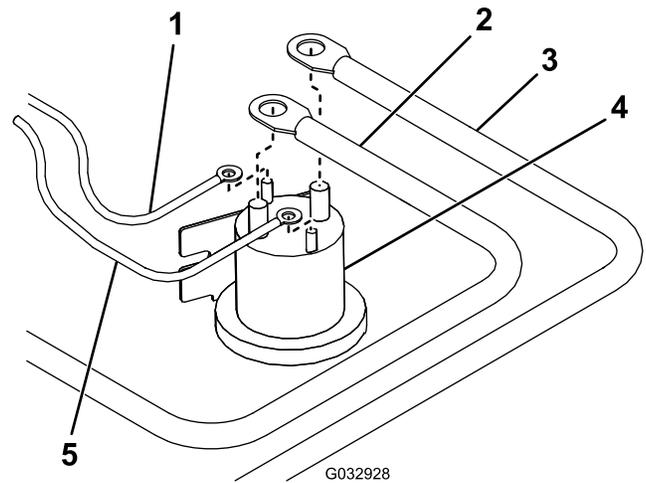

Bild 19
18. Schließen Sie das weiß/schwarze Kabel vom Kabelbaum an den kleinen Pol an der Pumpenstromspule an (Bild 19).
19. Schließen Sie das braune Kabel vom Kabelbaum an den anderen kleinen Pol an der Pumpenstromspule an (Bild 19).
21. Schließen Sie das rote Strom- bzw. Erdungskabel am großen Pol an der Pumpenstromspule an (Bild 19).
22. Schließen Sie das Batteriekabel am anderen großen Pol an der Pumpenstromspule an (Bild 19).